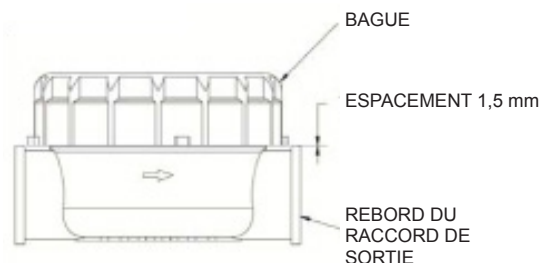

Figure 3
- Revisser et serrer la bague de compteur à la main. Lorsque le serrage est correct, il y a un espacement de 1,5 mm environ entre la bague et le rebord du raccord de sortie (voir Figure 3).